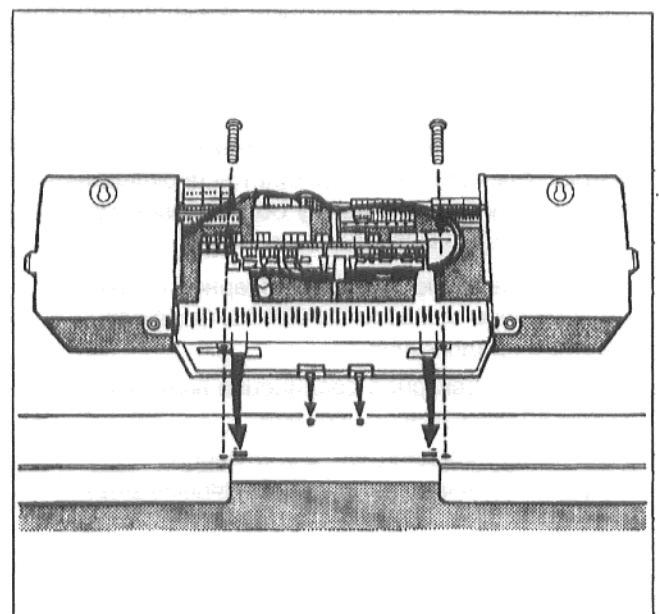

Рис. 14: Привинчивание устройства регулирования; HS 431x в качестве примера
- Установить устройство регулирования на передний кожух котла таким образом, чтобы вставные крюки на нижней стороне устройства регулирования вошли спереди в овальные отверстия (Рис. 14). Вставить в отверстие в переднем кожухе котла капиллярные трубки датчиков температуры и, при устройстве регулирования "Ecomatic", линию датчика температуры воды подающей линии котла (Рис. 14).
- Подать устройство регулирования вперед, прижимая при этом вниз, чтобы два эластичных крюка зафиксировались в задних отверстиях (Рис. 14).
- Привинтить устройство регулирования двумя винтами к переднему кожуху котла (Рис. 14).